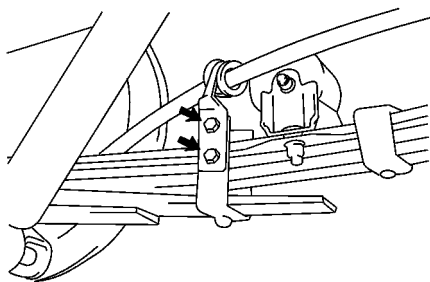
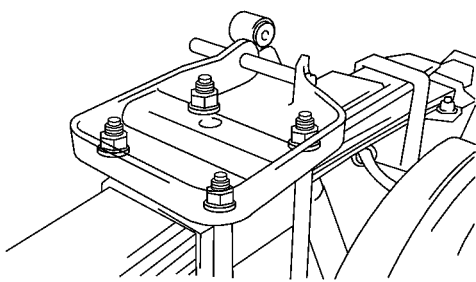

图 14-182 从钢板弹簧脱开停车制动器的钢索
图 14-183 拆下 U 形螺栓
(2) 拆下后车轮。
(3) 从钢板弹簧脱开停车制动器的钢索，如图 14-182 所示。
(4) 从弹簧下座脱开减振器。
(5) 拆下 U 形螺栓。旋下 U 形螺栓的固定螺母，拆下弹簧下座、衬板和 U 形螺栓，如图 14-183 所示。